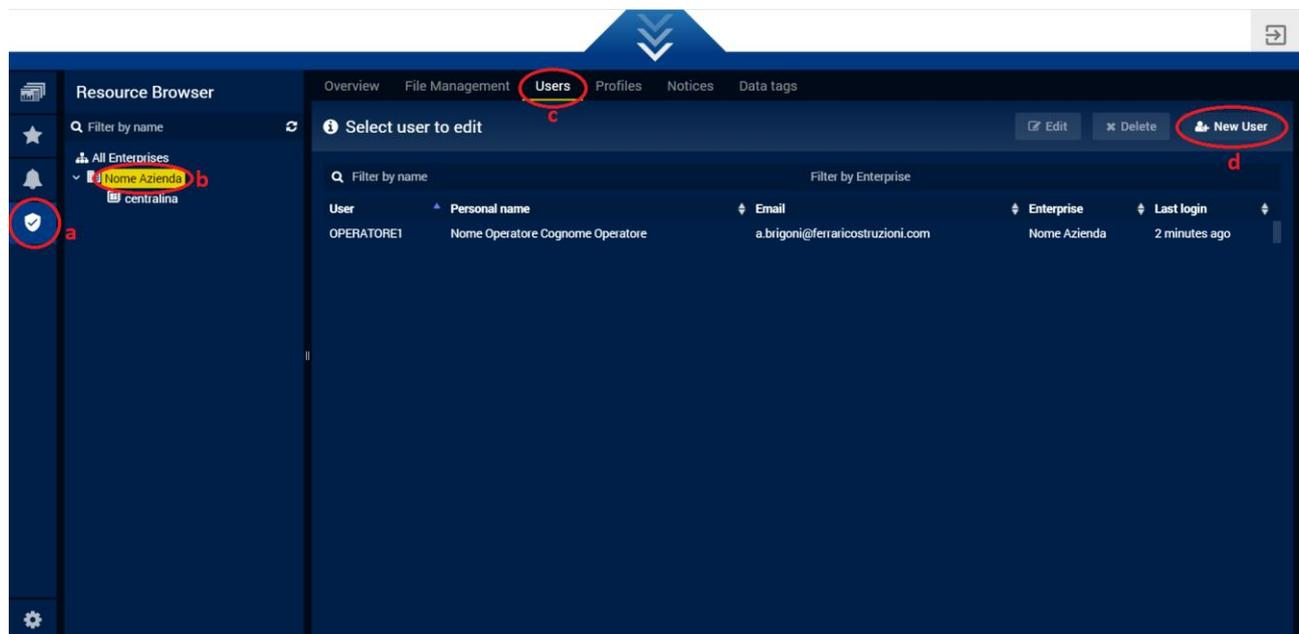

Figura 7
- punto **b**: selezionare il nome dell'azienda per riuscire in seguito a visualizzare gli utenti che hanno accesso al portale. Se viene selezionato correttamente, il nome dell'azienda sarà evidenziato in giallo come in *Figura 7*.